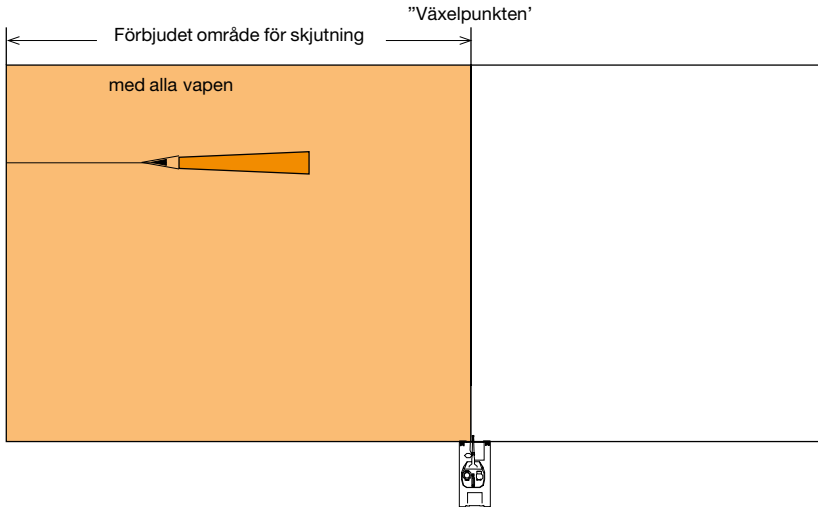

Bild 4.5. Begränsning av eldtillstånd mot luftmål på gående kurs
- Skjutning får inte ske mot mål på gående kurs som i förbiflygning passerat växelpunkten, Bild 4.5.
- eld får inte avges sedan målet passerat växelpunkten (se *Bild 4.5*).